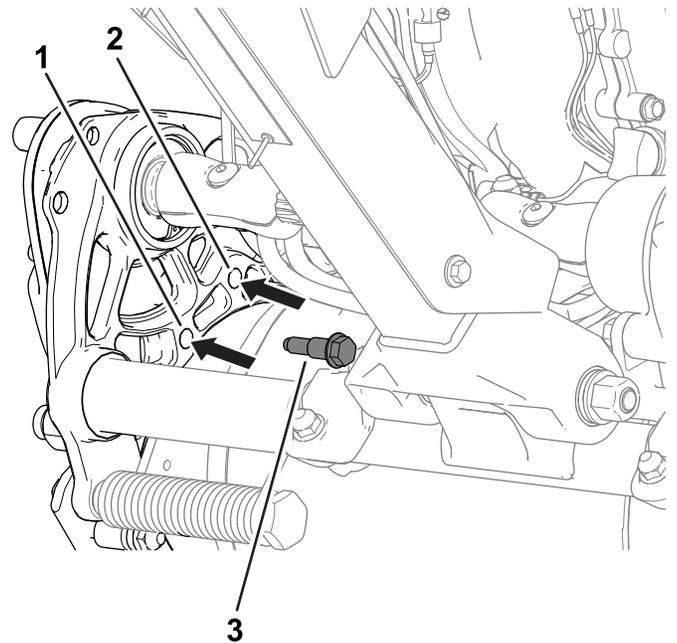

图 19
2. 卸下机器两侧将轮鼓驱动壳体固定至机箱的轴肩螺栓（图 19）。
4. 使用先前卸下的轴肩螺栓将驱动壳体固定到机箱上（图 19）。